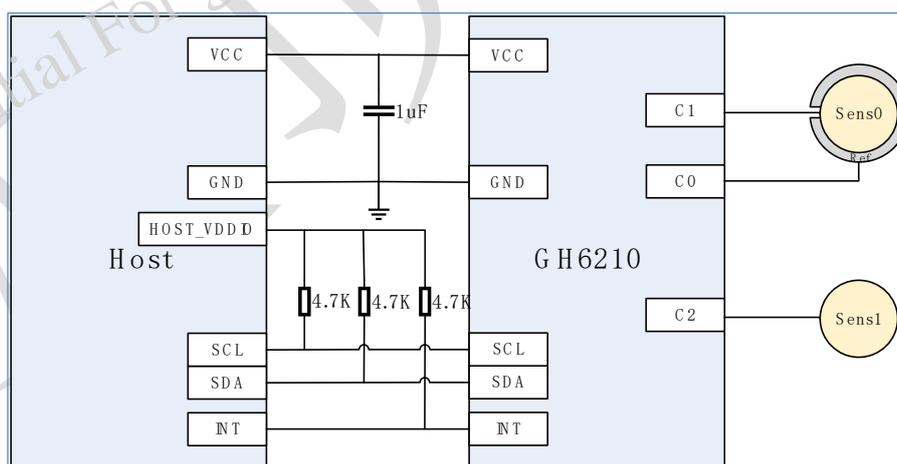

图 6-4 耳机佩戴检测典型应用系统框图一
- 图 6-4 典型应用框图一：C1、C2 为检测通道；C0 为 Ref 通道。